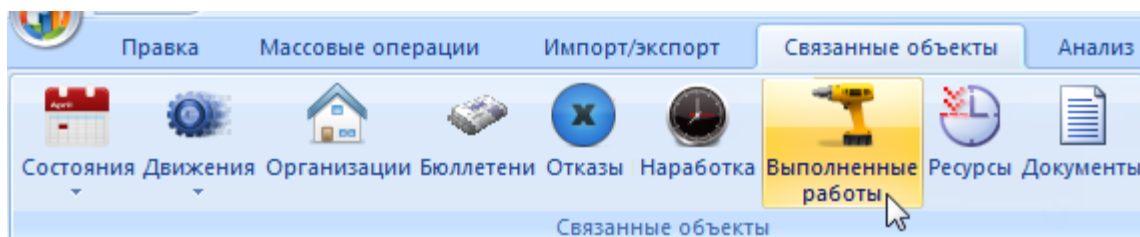

Рис. 27-8 – Панель «Связанные объекты»
- 3) Открыть окно связанных объектов «Выполненные работы» для выбранного экземпляра, нажав кнопку «Выполненные работы» панели «Связанные объекты» (рис. 27-8).